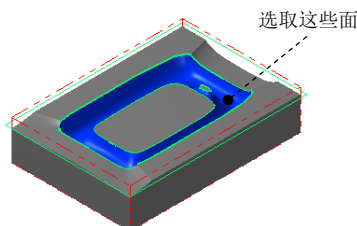

图 23.29 选择加工面
(1) 在图形区中选取图 23.29 所示的曲面 (共 6 个), 然后按 Enter 键, 系统弹出“刀具路径的曲面选取”对话框。